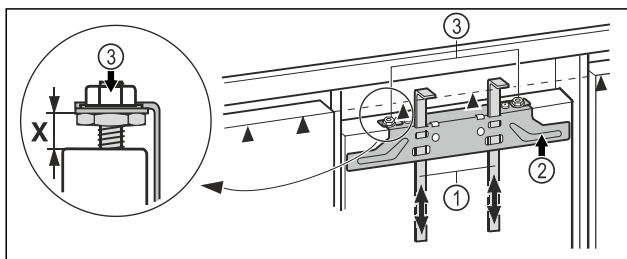

Fig. 41
- ▶ Shtyni lart ndihmëset e montimit Fig. 41 (1) në lartësinë e derës së mobilies. Buza e poshtme ndaluese ▲ e ndihmës së montimit = Buza e sipërme e derës së mobilies për montim.
- ▶ Lironi traversën e mbërthimit Fig. 41 (2) nëpërmjet kundërdadove Fig. 41 (3).